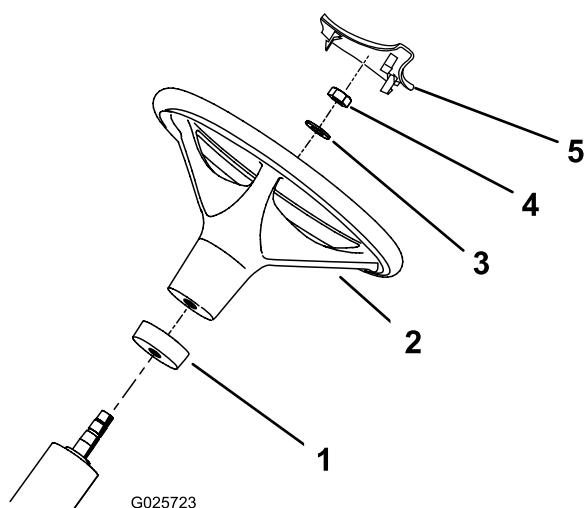

Figura 3
2. Deslice el collar de gomaespuma (empezando por el extremo más pequeño) sobre la columna de dirección (Figura 3).
3. Deslice el volante sobre la columna de dirección (Figura 3).
4. Fije el volante a la columna de dirección con una arandela y una contratuercas (Figura 3).
6. Coloque el embellecedor en su posición en el volante y presione para sujetarlo (Figura 3).